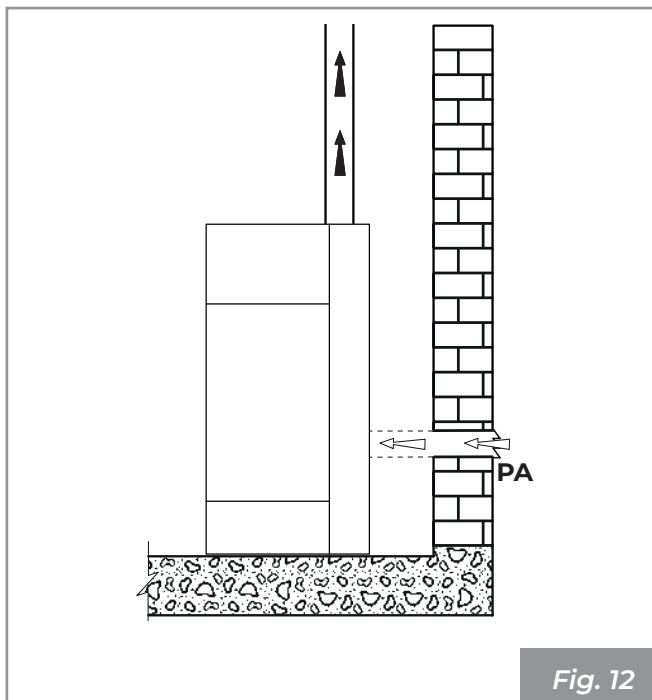

Fig. 12
- il peut provenir du lieu d'installation ou de pièces voisines (**Fig. 12**)
Réaliser la prise d'air sur la paroi (**Fig. 12 - PA = Prise d'Air**) et laisser l'appareil libre d'aspirer l'air dans la pièce, en prenant soin de raccorder la partie ondulée du tuyau (si fournie) sur le tuyau d'arrivée d'air, en la fixant avec le collier de serrage et en la pliant légèrement vers le bas afin de prévenir d'éventuels effets de résonance.